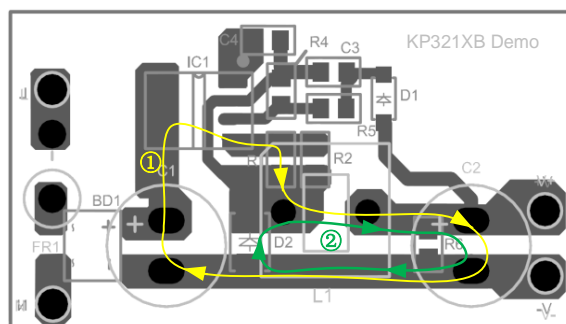

图 2
如图 2 所示，尽量缩减功率回路走线面积，将由输入电容-IC-电感-输出电容组成的电感励磁回路①以及由电感-输出电容-续流二极管组成的电感去磁回路②缩减至最小环路面积；